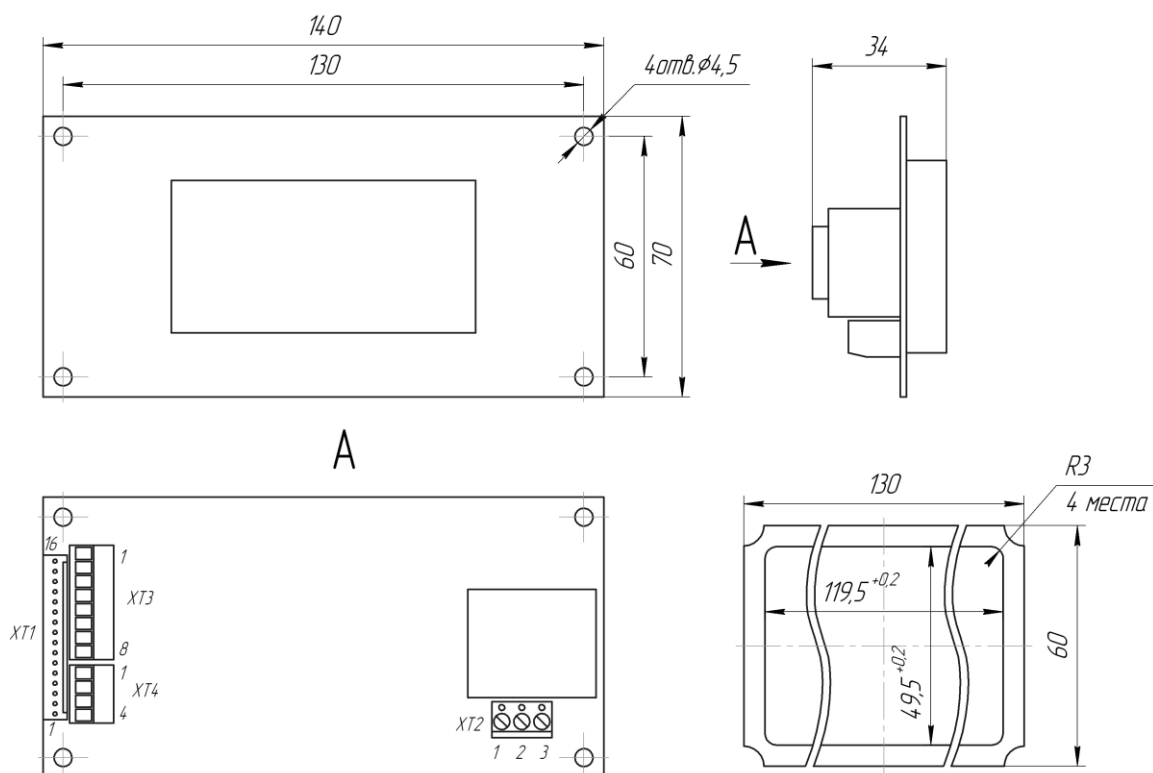

Рис.1. Габариты УМЛМ и светофильтра.
6.1 Установить УМЛМ и светофильтр на штатное место. Габаритные и установочные размеры УМЛМ и светофильтра показаны на рис.1 и рис.2 соответственно.